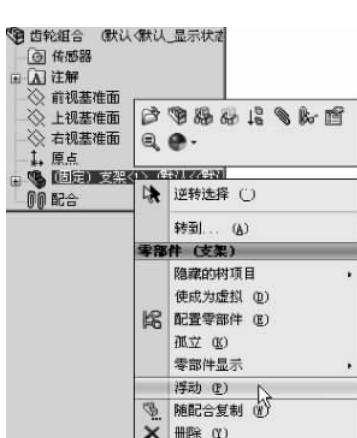

图 3-73 使零件浮动
(3) 在特征树中右击刚刚插入的支架零件,在快捷菜单中选择【浮动】命令,如图 3-73 所示。